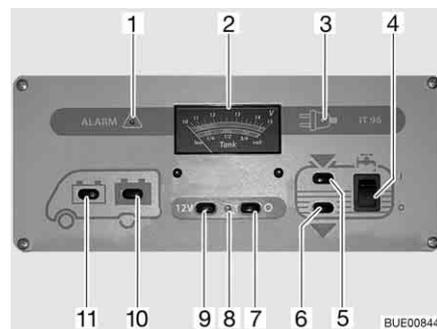

Fig. 150 Panel IT 96-2
El interruptor principal de 12 V (Fig. 150,7 y 9) conecta y desconecta el panel y la alimentación de 12 V del habitáculo.
Conectar: ■ Pulsar el interruptor (Fig. 150,9) "12 V": La alimentación de 12 V del habitáculo está conectada. La luz de control (Fig. 150,8) se enciende de color verde.
Desconectar: ■ Pulsar el interruptor (Fig. 150,7) "O": La alimentación de 12 V del habitáculo está desconectada. La luz de control (Fig. 150,8) se apaga.
Observar la escala superior del instrumento indicador V/depósito (Fig. 150,2). El instrumento indicador se ilumina automáticamente al accionar el interruptor.
- Pulsar el interruptor (Fig. 150,11) "🔌": Indica la tensión de la batería del motor de arranque.
- Pulsar el interruptor (Fig. 150,10) "🔌": Indica la tensión de la batería del habitáculo.
Observar la escala inferior del instrumento indicador V/depósito (Fig. 150,2). El instrumento indicador se ilumina automáticamente al accionar el interruptor.
- Pulsar el interruptor (Fig. 150,5) : Indica la cantidad de agua.
- Pulsar el interruptor (Fig. 150,6) : Indica la cantidad de aguas residuales.
- Pulsar el interruptor basculante (Fig. 150,4) por arriba "I": El suministro de agua está conectado.
- Pulsar el interruptor basculante (Fig. 150,4) por abajo "O": El suministro de agua está desconectado.
La luz roja de "ALARMA" (Fig. 150,1) parpadea en cuanto la tensión de la batería del habitáculo baja de 11 V (medición durante el servicio) y hay peligro de descarga completa.
Se enciende la luz de control de 12 V (Fig. 150,8) cuando se conecta el interruptor principal de 12 V (Fig. 150,9).
Se enciende la luz de control de 230 V (Fig. 150,3) amarilla cuando hay tensión de red en la entrada del bloque eléctrico.